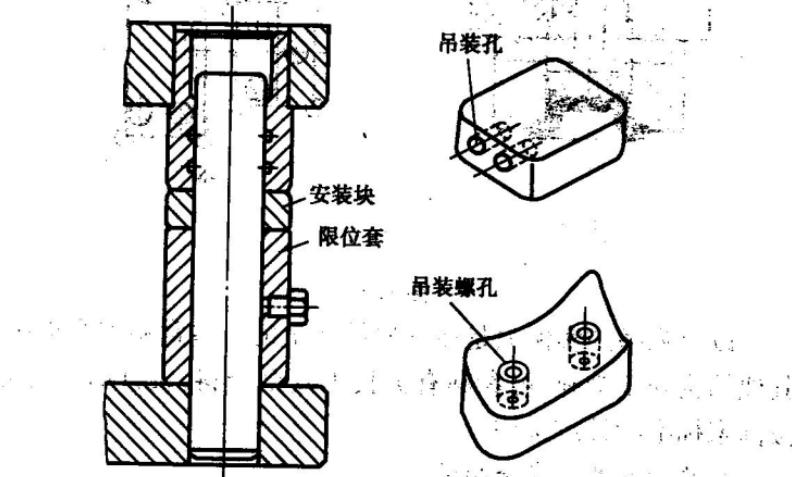

图 1.6 冲模的安装块和限位套、起重孔和起重螺孔
损,如图 1.6(a)所示。
(3) 模具零件重量超过 25 公斤时,都应设置起重孔、起重螺孔,如图 1.6(b)所示。